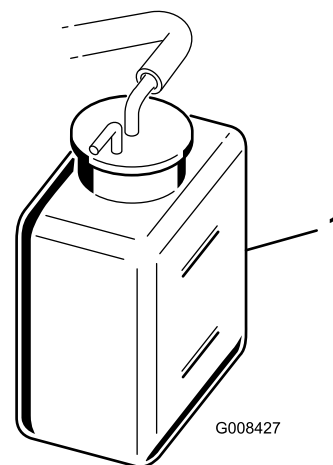

図 28
- 冷却液の量を点検する図 28。エンジンが冷えている状態で、補助タンク側面についている 2 本のマークの間であれば適正である。